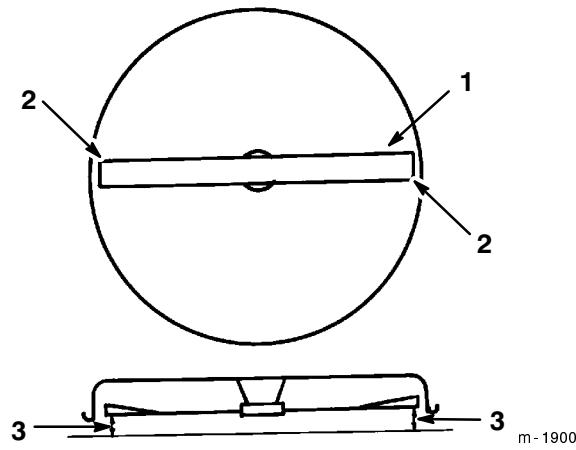

Bild 46
4. Drehen Sie die Schnittmesser vorsichtig von einer Seite zur anderen (Bild 46). Messen Sie den Abstand zwischen den äußeren Schneidkanten und der ebenen Oberfläche (Bild 46). Wenn beide Messwerte nicht im Rahmen von 5 mm liegen, ist eine Einstellung erforderlich. Siehe Schritte 5 und 6.